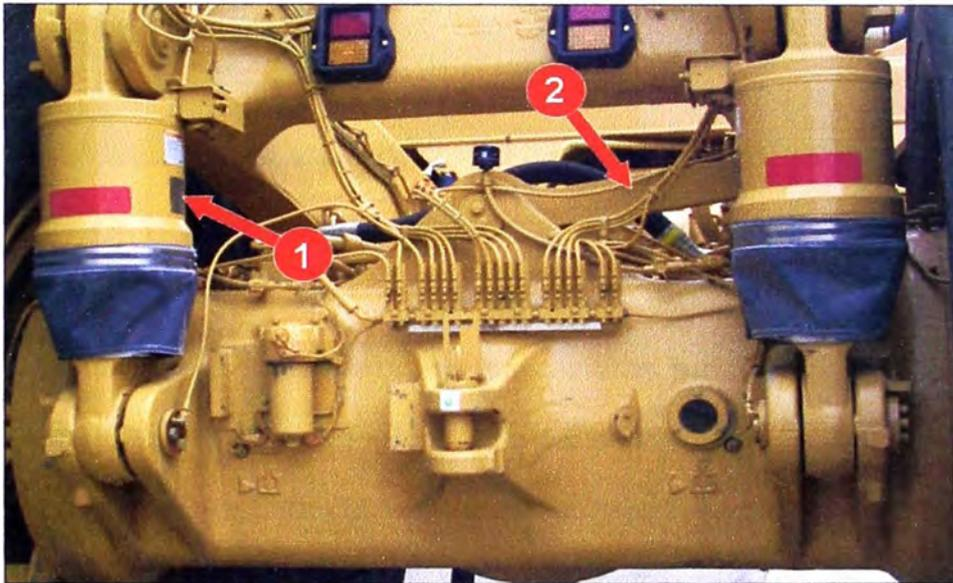

Figura 2.13 Cilindro de suspensión posterior (1), Rol control (2)
La suspensión trasera consiste en dos cilindros oleo-neumáticos (1) conectados (Ver Figura 2.13), montados en la parte trasera del bastidor del camión y a soportes en la parte inferior del yugo del eje trasero. Cada cilindro de suspensión está ubicado al final de cada viga del bastidor.
Un conjunto de soporte (marco tipo A) está montado en la parte delantera del yugo y se conecta al marco por una junta flexible. Una barra (eslabonada) (2) está asegurada a la parte superior de la carcasa del eje y conectada a una viga del marco (Ver Figura 2.13). El conjunto de soporte, la barra y los cilindros de suspensión permiten al eje trasero moverse independientemente del bastidor o chasis del camión.